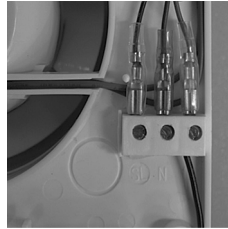

рис. 1
1. Подключить фазный провод через выключатель на клемму L вентилятора (рис.1).